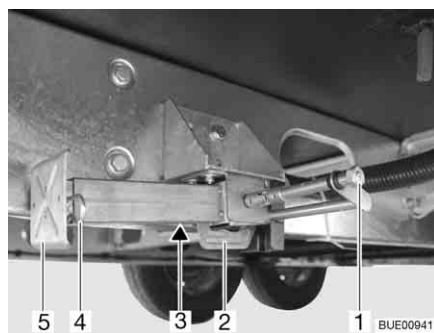

Fig. 52 Apoyo de elevación
- Colocar la llave de vaso en el hexágono (Fig. 52,1) y girarla hasta que el apoyo de elevación quede verticalmente hacia abajo.
- En caso de que la longitud del apoyo de elevación sea ajustable, extraer la clavija hendida (Fig. 52,4) de la prolongación del pie de apoyo (Fig. 52,5).
- Colocar la llave de vaso en el hexágono (Fig. 52,1) y girarla hasta que el apoyo de elevación esté de nuevo libre del suelo.
- Introducir totalmente la prolongación del pie de apoyo (Fig. 52,5) e introducir la clavija hendida (Fig. 52,4) en el orificio previsto para ello que hay en la prolongación del pie de apoyo.
- Girar el hexágono (Fig. 52,1) hasta que el apoyo de elevación se haya girado hacia arriba y la guía (Fig. 52,2) tenga contacto con el extremo de la ranura (Fig. 52,3).